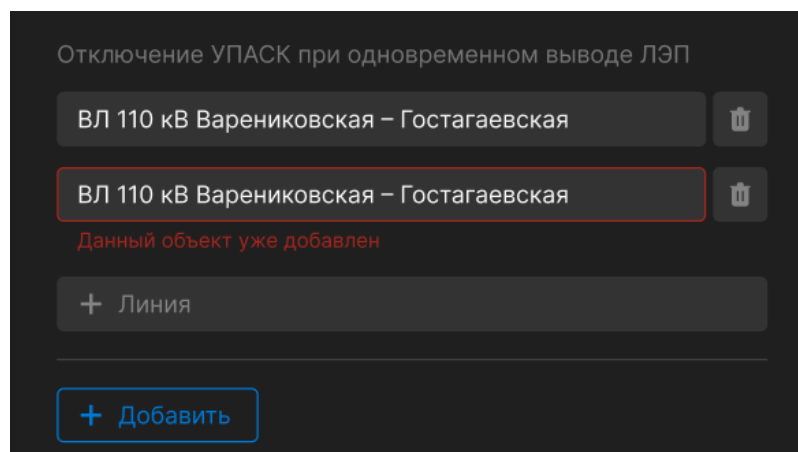

Рисунок 5.33 Информационное сообщение о наличии дубля линии связи в параметре отключения.
5.1. При добавлении в одно условие отключения нескольких одинаковых линий связи система выведет пользователю информационное сообщение о наличии дубля линии связи в условии. Сохранить карточку устройства УПАСК/УТМ с таким условием отключения нельзя (Рисунок 5.33).